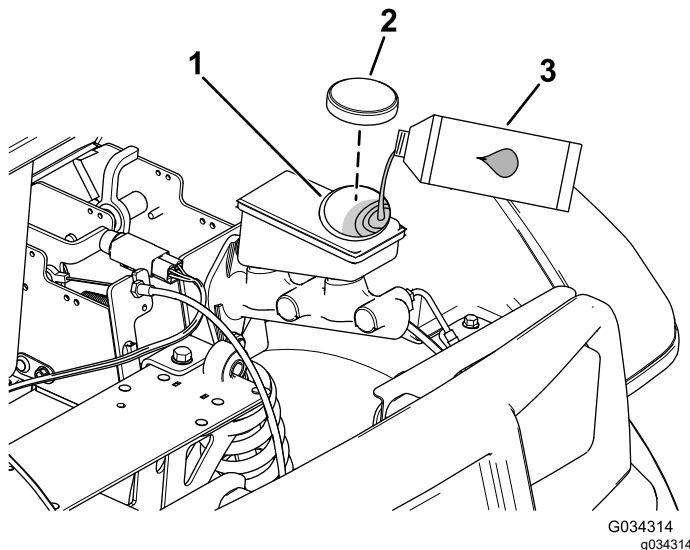

Figura 52
2. Ridicai capota pentru a avea acces la cilindrul principal de frână i la rezervor (Figura 52).
- A. Curăai zona din jurul capacului rezervorului i scoatei capacul (Figura 52).
- C. Montai capacul rezervorului (Figura 52).